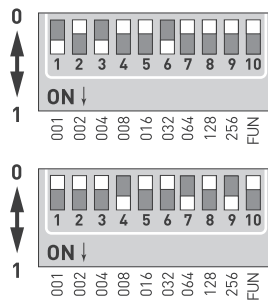

Рисунок 3. DIP-переключатели
- 3.7. Установите DMX-адрес декодера при помощи DIP-переключателей, расположенных на корпусе декодера (см. Рис.3). Каждый одноканальный декодер использует 1 DMX адрес, 3-канальный — 3 DMX-адреса. Адрес, установленный DIP-переключателем, соответствует каналу CH1. Каждый следующий канал имеет адрес на 1 больше. Адрес CH1 равен сумме чисел, соответствующих включенным DIP-переключателям 1-9. Максимальным значением адреса является 511.